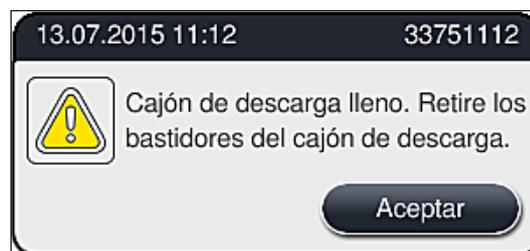

Fig. 86
- El cajón de descarga debe abrirse y se deben sacar las cestas no más tarde de cuando se recibe el mensaje de advertencia que indica que la estación de descarga está completamente ocupada (→ "Fig. 86"). Si se ignora la advertencia, es posible que no se transporten otras cestas a las estaciones de descarga. Esto puede alterar los tiempos de paso y causar retrasos en el proceso de tinción que pueden traducirse en resultados de tinción alterados y no evaluables.